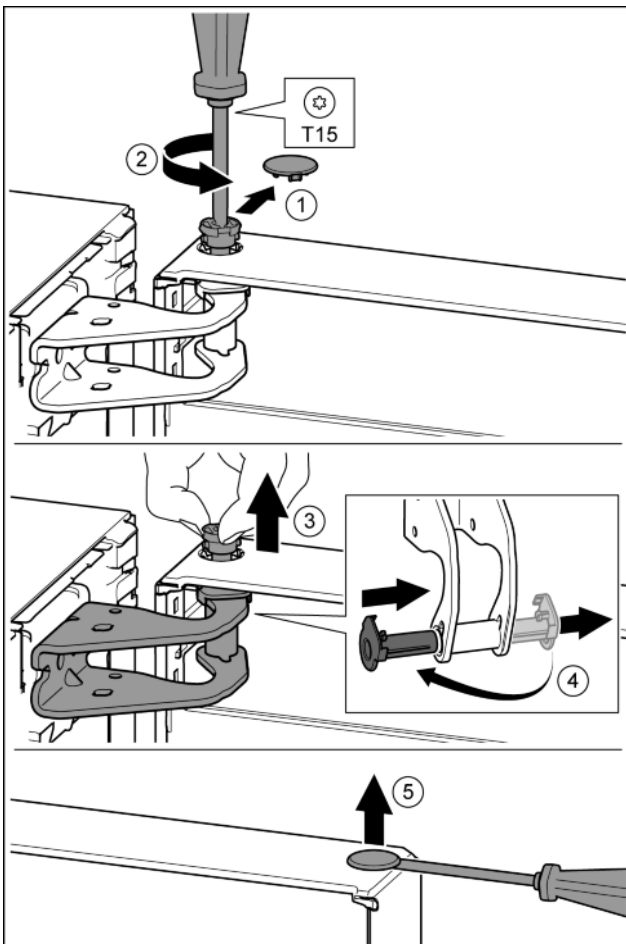

Fig. 11
- Sicherungsabdeckung vorsichtig abziehen. Fig. 11 (1)
- Bolzen mit Schraubendreher T15 ein Stück herausdrehen. Fig. 11 (2)
- Tür festhalten und Bolzen mit den Fingern herausziehen. Fig. 11 (3)
- Lagerbuchse aus Führung ziehen. Von der anderen Seite einsetzen und einrasten. Fig. 11 (4)
- Stopfen aus der Tür Lagerbuchse vorsichtig mit einem Schlitzschraubendreher anheben und herausziehen. Fig. 11 (5)